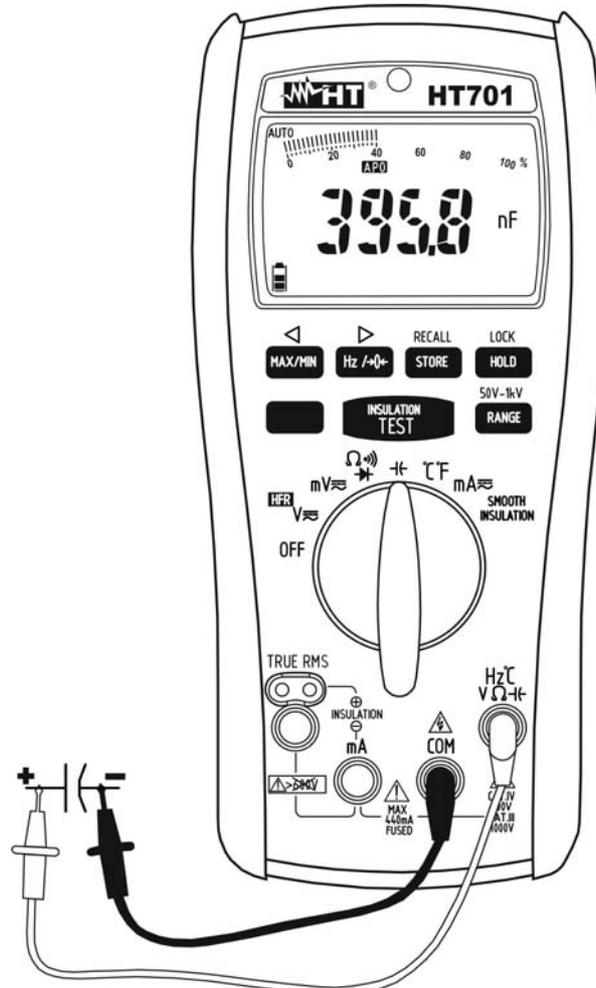

Fig. 8: Uso del instrumento para medida de Capacidades
4. Inserte el cable rojo en el terminal de entrada **Hz°CVΩ** y el cable negro en el terminal de entrada **COM** (vea Fig. 8)